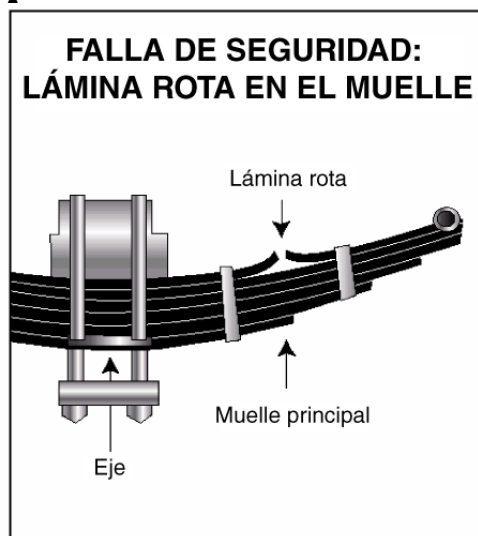

Figura 2.3
- Láminas faltantes o rotas en cualquier muelle de ballesta (Ver Figura 2.3). Cualquier defecto puede ser peligroso. Si se presenta cualquiera de estas condiciones, el vehículo quedará “fuera de servicio” y debe ser reparado.